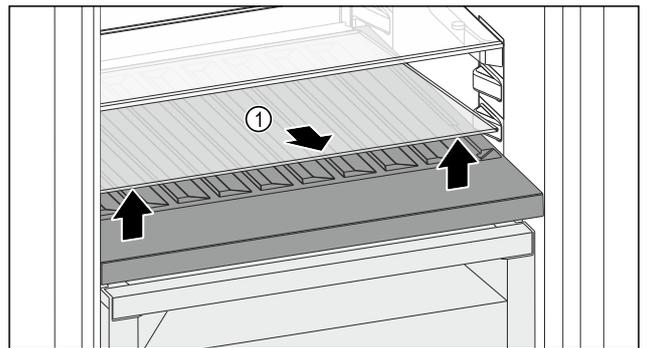

Fig. 156
- ▶ Glasplatte Fig. 156 (1) an der Aussparung vorne anheben und herausnehmen.
- ▶ Glasplatte Fig. 156 (1) außerhalb des Geräts sicher aufbewahren.